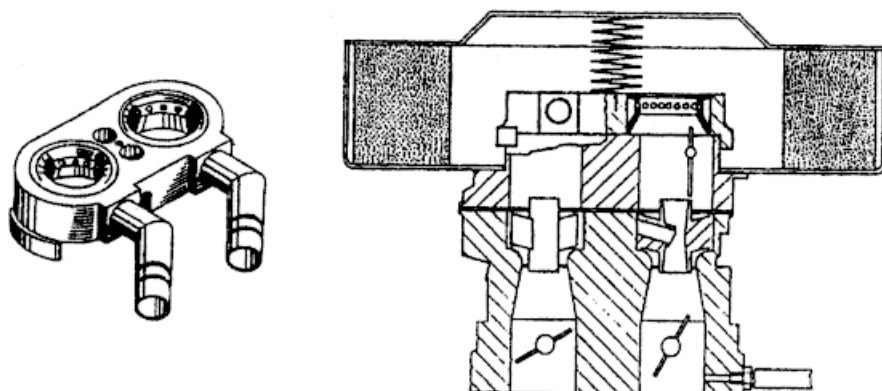

рис. 4.6.1 – Пример смесителя верхнего расположения.
4.6.1. Смеситель верхнего расположения (рис. 4.6.1)